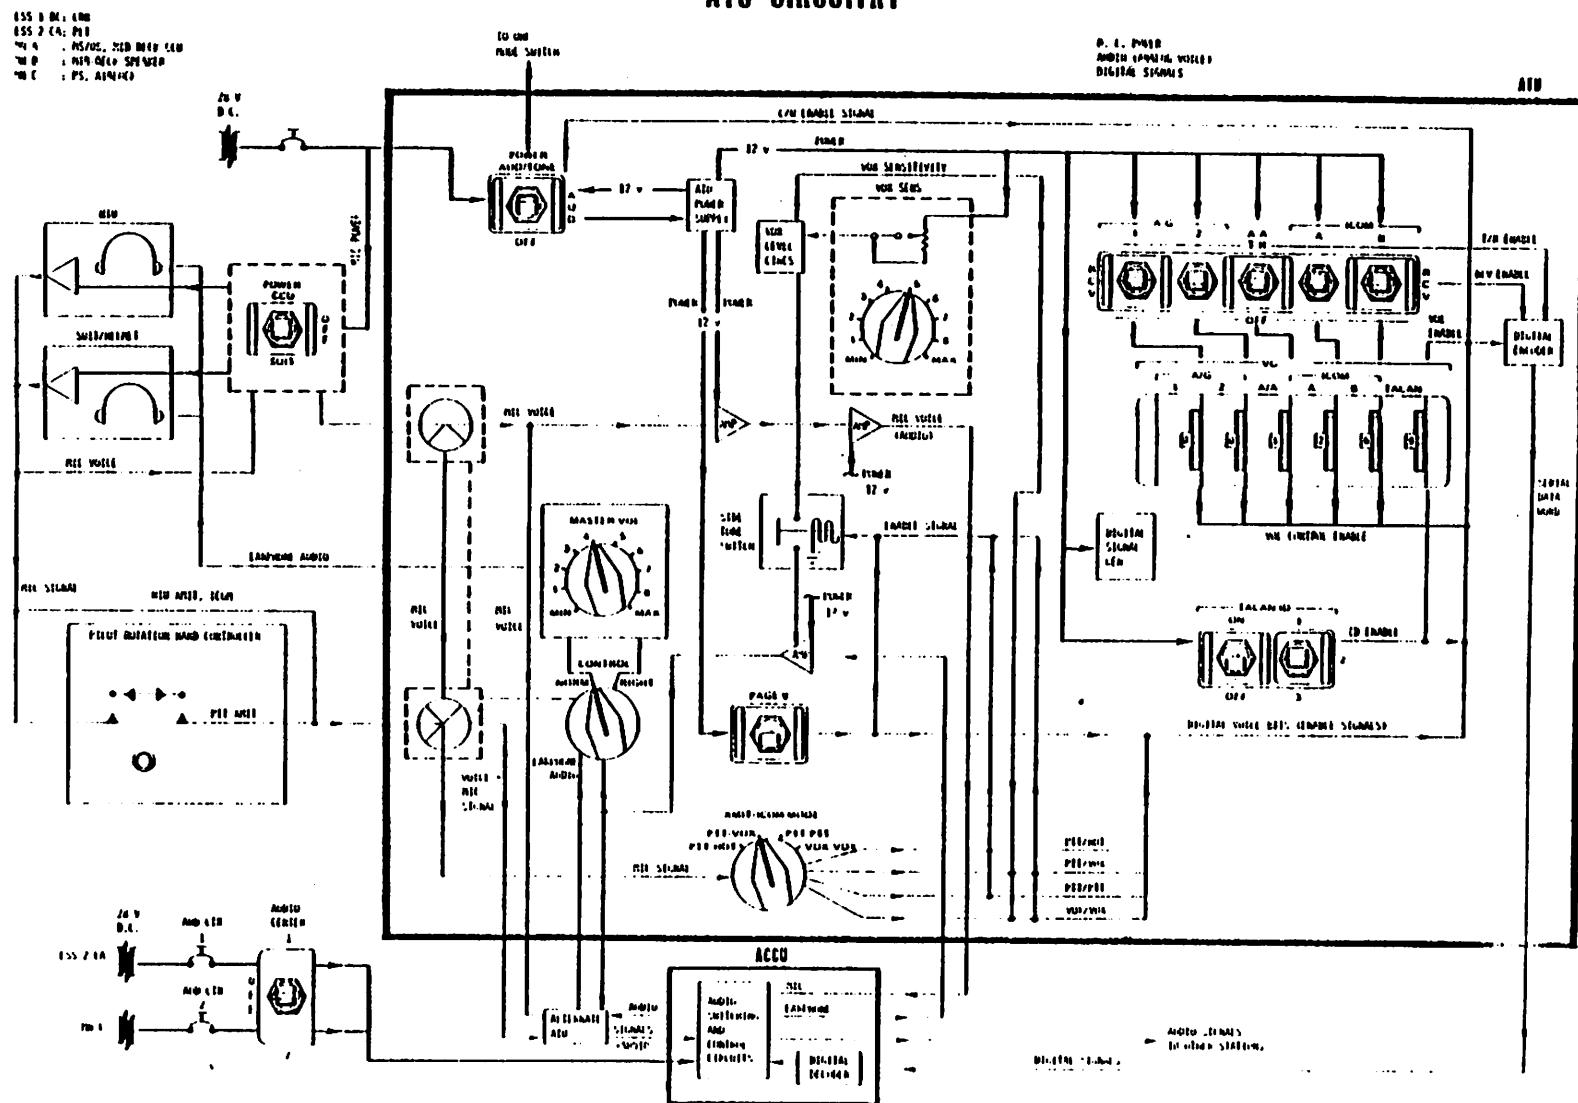

Figure 3-15.- ATU Circuitry.
- A. Figure 3-15 - ATU Circuitry